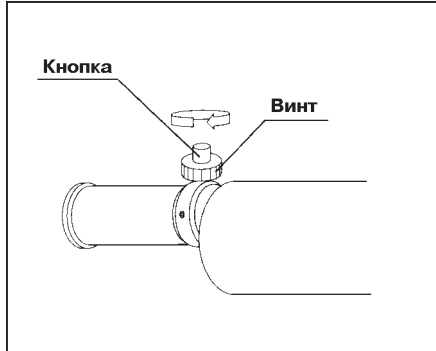

Рис. 3.5.
- 10.** Поверните винт на VML-инструментальной рукоятке по часовой стрелке для блокирования кнопки (см. рис. 3.5).